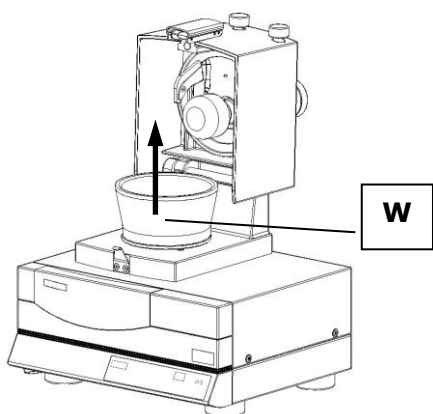

Fig. 2
- Retirer le mortier **W** - fig. 2.